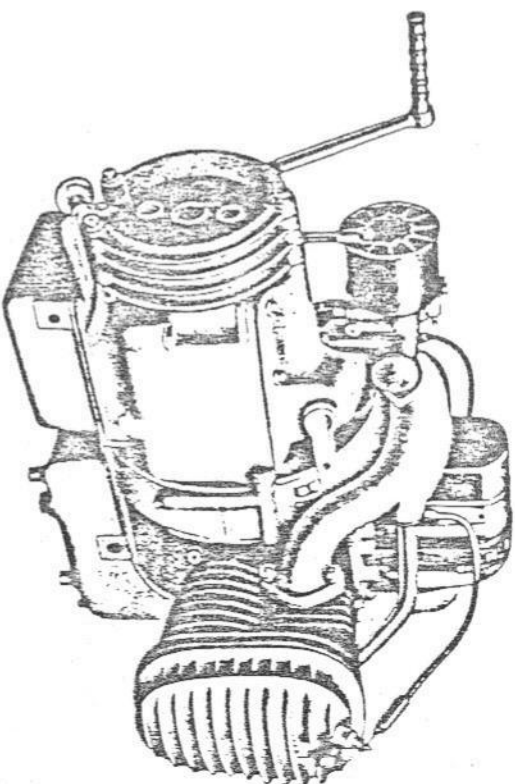

Abb. 5. Motor der Einvergaser-Tourenmaschine
1. Allgemeines: Motor mit Kupplung und Getriebe sind nach bewährter Bauart zu einem Block vereinigt. (Abb. 5.) Seine Befestigung erfolgt auf den Untergründen des Prellrahmens mittels durchgehender Verbindungsboizen, nach deren Lösen der ganze Block abgenommen werden kann. Dies ist aber nur bei vollständiger Überholung erforderlich.